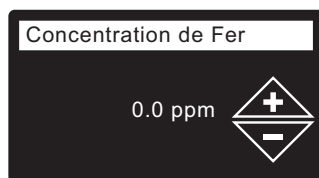

FIG. 23
23. **CONCENTRATION DE FER** Appuyez sur le bouton HAUT (▲) ou BAS (▼) pour définir la concentration de fer dans votre eau (cf. Figure 23).